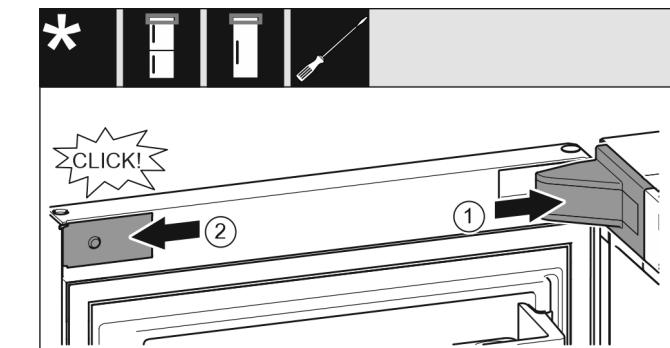

Fig. 19
- Sett på lagerdekselet og la det klikke på plass, ev. trykk det forsiktig fra hverandre. Fig. 19 (1)
- Sett dekselet på på siden, og la det klikke på plass. Fig. 19 (2)